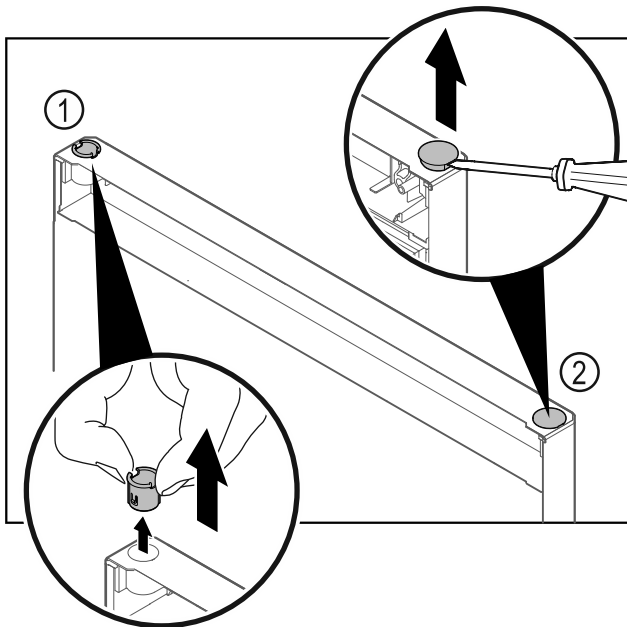

Fig. 30
- ▶ Húzza ki az ujjával a csuklópánt-perselyt Fig. 30 (1).
- ▶ A fedődugót Fig. 30 (2) egy lapos csavarhúzóval óvatosan emelje meg és húzza ki.